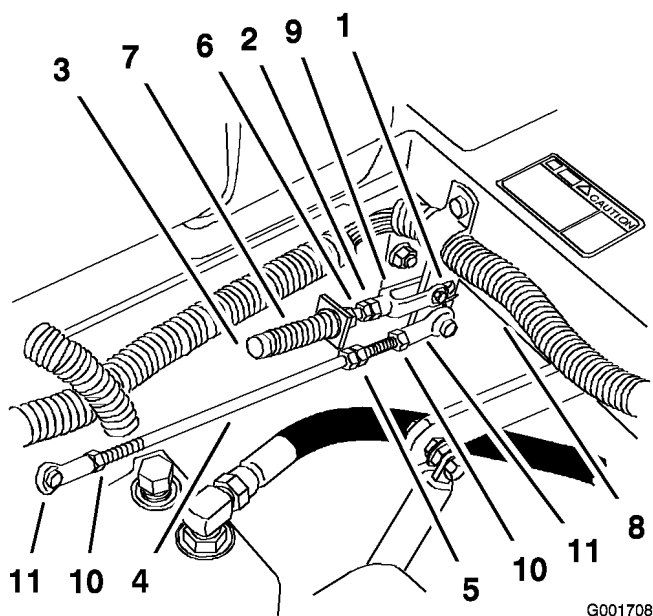

Figura 66
1. Allentate i dadi di bloccaggio sugli snodi a sfera dell'asta di comando della pompa (Figura 66).
- Regolate la lunghezza dell'asta della pompa facendo girare nella direzione opportuna i due dadi sull'asta, finché la ruota si ferma o si sposta leggermente indietro (Figura 66).
- Serrate i controdadi sugli snodi a sfera (Figura 66).